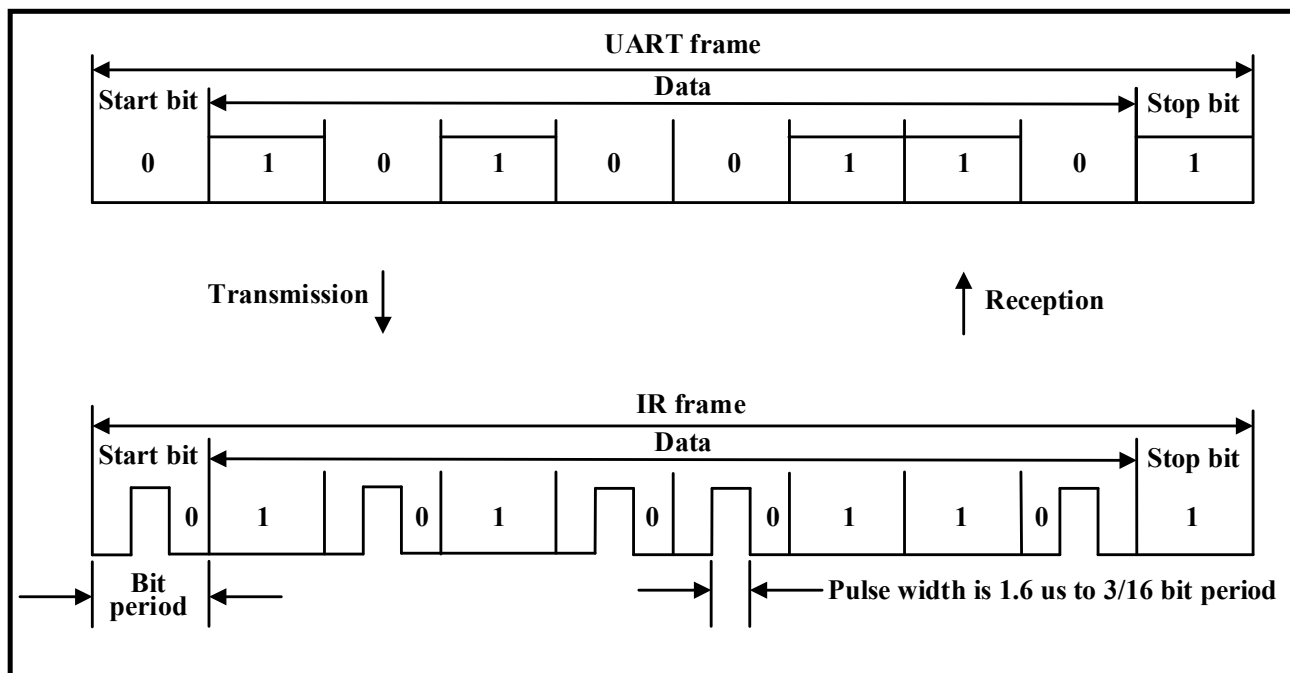

图 22-10. IrDA 收发脉冲
- SIR 发送逻辑把 '0' 作为高脉冲发送, 把 '1' 作为低电平发送; 或者取反发送。脉冲的宽度规定为正常模式时位周期的 3/16(见图 22-10. IrDA 收发脉冲)。